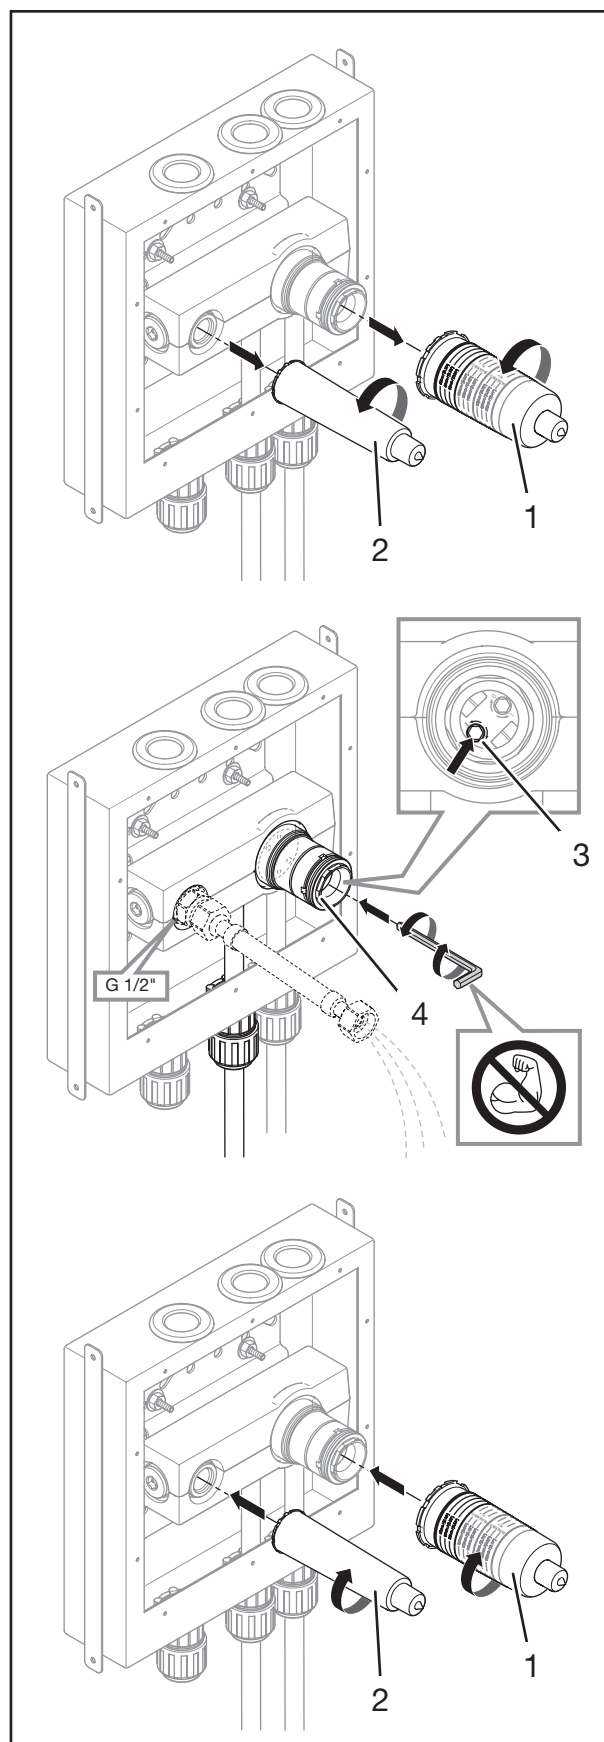

Fig. 9: Spolning av varmvatten
1. Ta bort skyddslocken på blandaren (fig. 9/1) och ventilen (fig. 9/2).
2. Öppna regulatorn för varmvatten (fig. 9/3) i blandaren (fig. 9/4) med en 5 mm insexnyckel.
4. Stäng regulatorn för varmvatten (fig. 9/3) i blandaren (fig. 9/4) med en 5 mm insexnyckel.
5. Montera skyddslocken på blandaren (fig. 9/1) och ventilen (fig. 9/2).